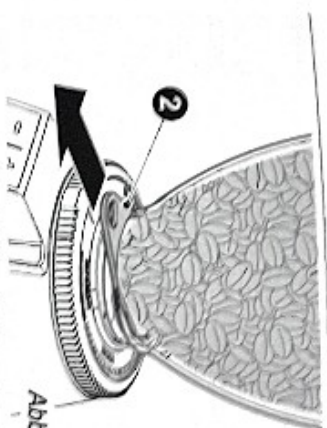

Abb. 5.2
- Das Verriegelungsschieber des Bohnenbehälters (2 - Abb. 5.2), öffnen, damit die Kaffeebohnen in die Mahlkammer gelangen können.